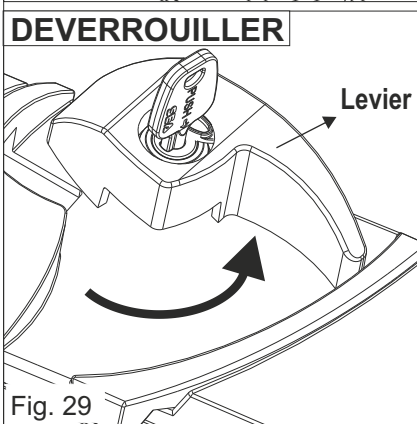

Fig. 29
- 3) Tournez le levier dans le sens inverse des aiguilles d'une montre pour déverrouiller l'opérateur (Fig. 29)